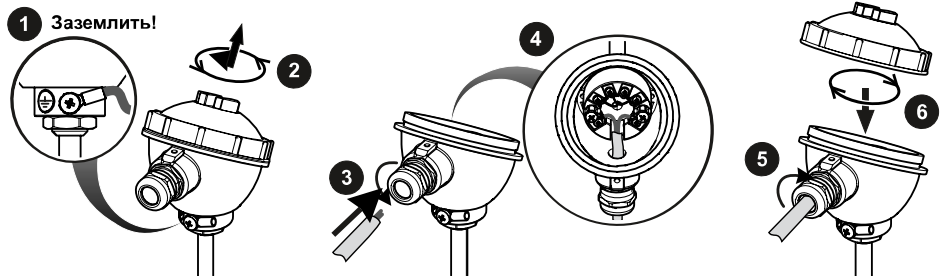

Рисунок 4 – Монтаж внешних электрических цепей
Для монтажа внешних связей следует (см. *рисунок 4*):
4. Подключить внешние электрические цепи. Провода следует монтировать между пластинами (см. *рисунок 4*).